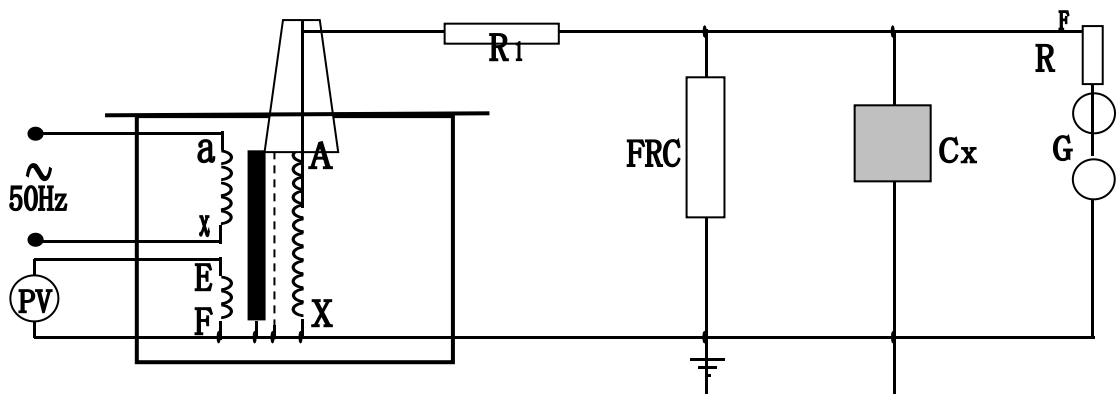

图 6：被试品工频耐压试验接线图
4、YDJ 系列油浸式耐压试验装置做被试品的工频耐压试验使用接线原理图见图 6
电压高于耐压试验装置的输出电压，也就是所谓容升现象。感应耐压试验时，耐压试验装置的漏抗必然存在着压降。为了准确测量被试品上所施加的电压，因此常在高压侧接入 FRC 阻容分压器来测量电压(见图 6)。